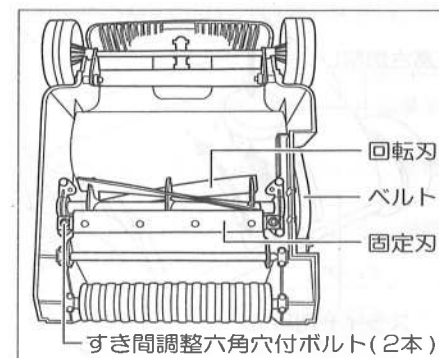

図6
- ②本機を裏返してください。
- ③すき間調整六角穴付ボルト左右2本を交互に六角レンチで回し、回転刃と固定刃のすき間を調整します。(図6参照)